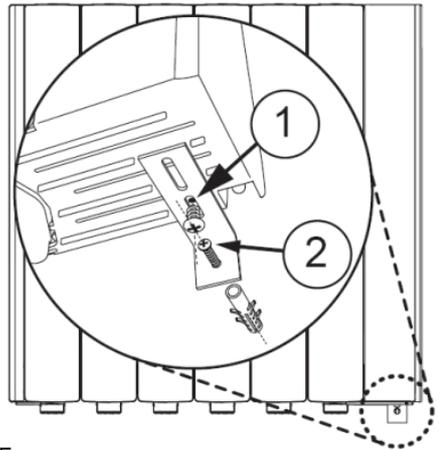

Fig. 5
- Para evitar que el emisor pueda ser separado de la pared por su parte inferior, se adjunta una escuadra junto con dos tornillos y un taco (**Fig. 5**). Fije la escuadra metálica a la base del emisor mediante el tornillo 1 (Fig. 5-1) y marque en la pared la posición donde fijar el taco. Practique el agujero de Ø 6 mm e inserte el taco, seguidamente fije la escuadra y todo el emisor en la pared mediante el tornillo 2 (**Fig. 5-2**).